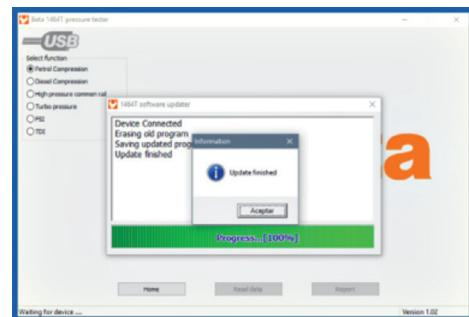

Fig. 7
- Wacht tot het updateproces is voltooid; op de pc verschijnt nu de melding "Update voltooid" (zie fig. 7).